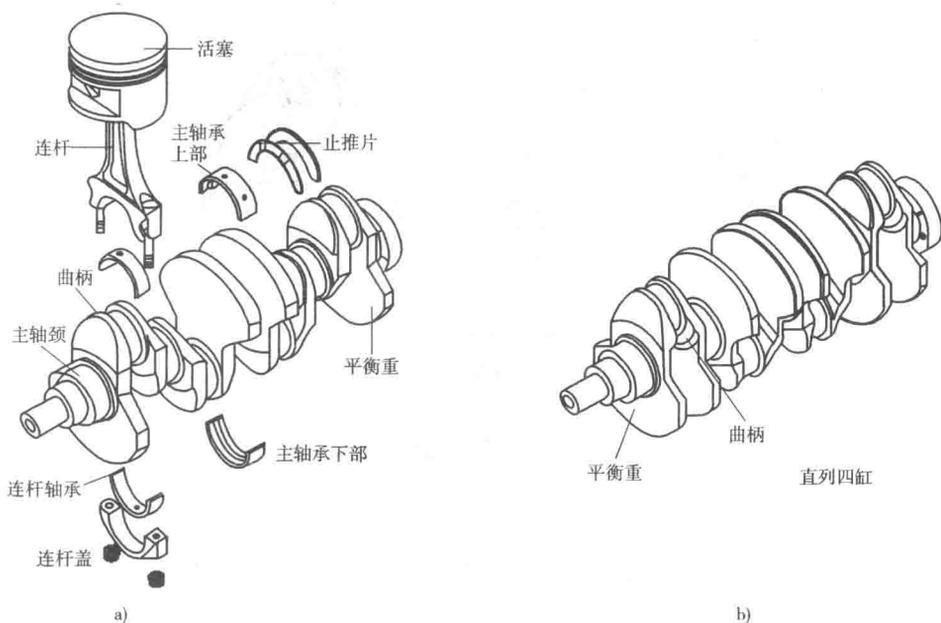

图 2-1 曲柄连杆机构各部分名称
(3)观察曲轴结构,确认曲轴的支撑类型,查找曲轴的定位点,观察曲轴的平衡重和润滑油孔等,观察曲轴前后油封。曲轴各部分的名称见图 2-1。